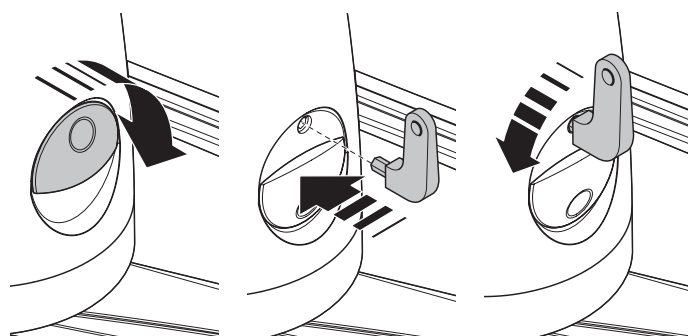

Fig. 12
01. Desbloquear el motorreductor como se muestra en la **fig. 12**;